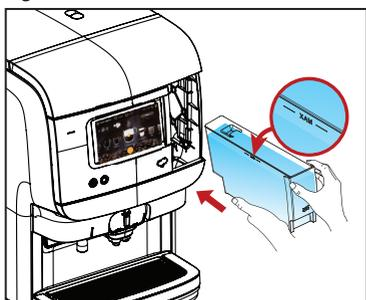

Fig. 4
4. Riempire il serbatoio dell'acqua fino al livello MAX con acqua fresca e pulita e rimontare il serbatoio sulla macchina. (Vedere la fig. 4)